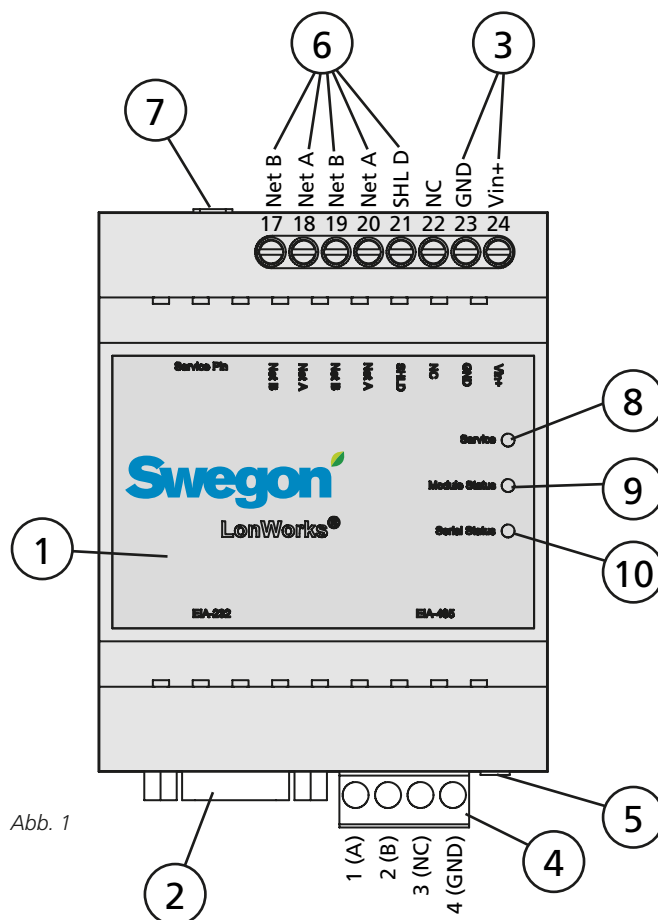
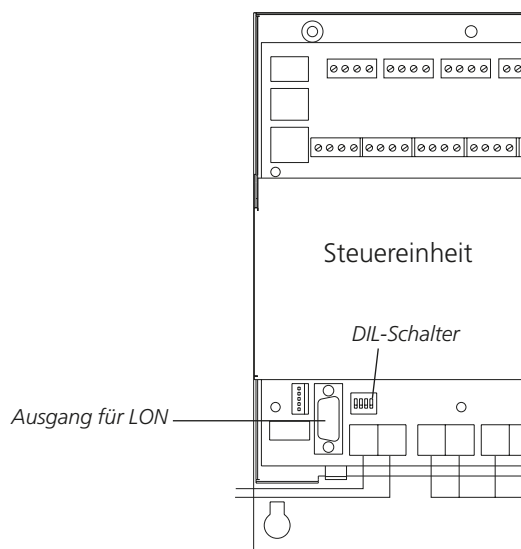
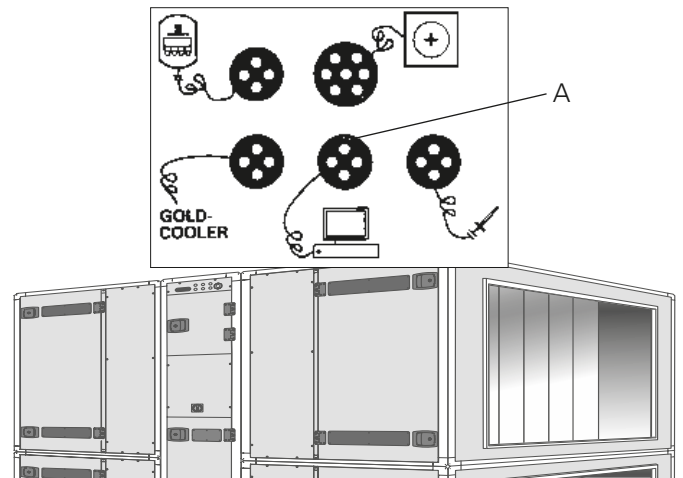

Abb. 1
Abb. 7
Abb. 8
Der DIL-Schalter muss in der Position ON stehen (siehe Abb. 1, Punkt 5).
Das Netzwerk von der Kommunikationseinheit GOLDen GATE (Punkt 2 in Abb. 1) an die Steuereinheit GOLD anschließen (Ausgang für LON in Abb. 7). Das mitgelieferte Datenkommunikationskabel verwenden.
Der DIL-Schalter 4 an der Steuereinheit des GOLD-Gerätes muss in der Position ON stehen und der DIL-Schalter 3 in der Position OFF (siehe Abb. 7).
Spannungszufuhr 24 VAC an die Anschlussklemmen Vin+ (24) und GND (23) anschließen. Die Spannungszufuhr kann von der Steuereinheit des Gerätes aus erfolgen, siehe unten und Abb. 8.
Das Netzwerk von der Kommunikationseinheit GOLDen GATE an die Steuereinheit GOLD anschließen. Das mitgelieferte Kommunikationskabel verwenden. Das Kommunikationskabel hat eine 4-polige runde Schnellkupplung und einen 9-poligen Sub-D-Anschluss. Anschluss herstellen zwischen A in Abb. 8 und Punkt 2 in Abb. 1.